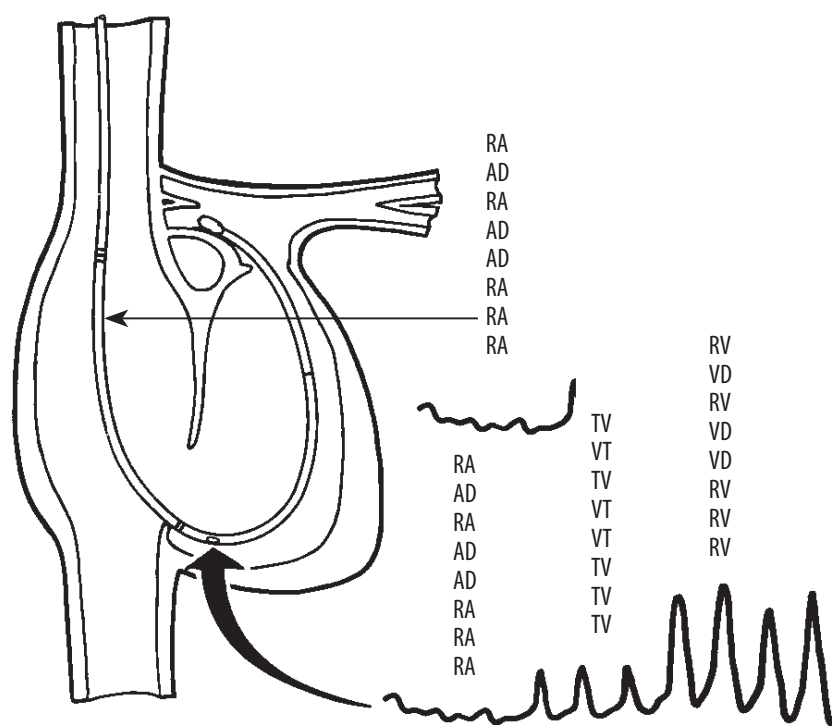

Figure 1. Proper RA port placement ■ **Figure 1.** Mise en place correcte de l'orifice AD ■ **Abbildung 1.** Korrekte Platzierung der RA-Öffnung
■ **Figura 1.** Colocación adecuada del puerto AD ■ **Figura 1.** Posizionamento corretto della porta AD ■ **Afbeelding 1.** Correcte plaatsing RA-poort